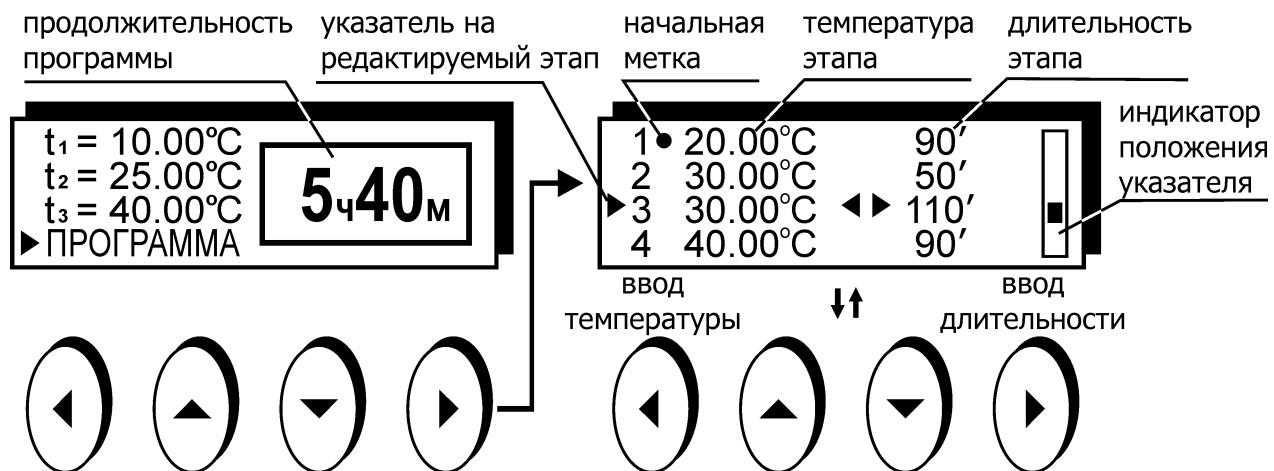

Рисунок 20 — Редактирование программы
- кнопками (\blacktriangleleft) и (\triangleright) установить номер стартового этапа, он будет отмечен меткой ● в редакторе программы (рисунок 20);